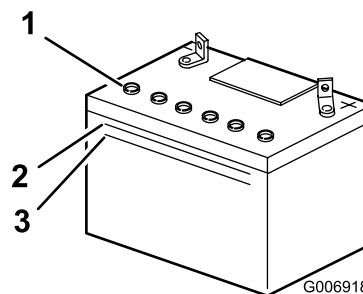

Figura 26
2. Guardate il fianco della batteria. L'elettrolito deve raggiungere la linea superiore (Figura 26).
Nota: Non lasciate scendere l'elettrolito sotto la linea inferiore (Figura 26).
3. Togliete i tappi di spurgo dalla batteria (Figura 26).
4. Aggiungete lentamente acqua distillata in ogni elemento della batteria finché l'elettrolito non raggiunge la linea superiore (Figura 26) sulla cassetta della batteria.
5. Attendete cinque o dieci minuti dopo avere riempito gli elementi della batteria. All'occorrenza, aggiungete dell'acqua distillata finché l'elettrolito non raggiunge la linea superiore (Figura 26) sulla cassetta della batteria.